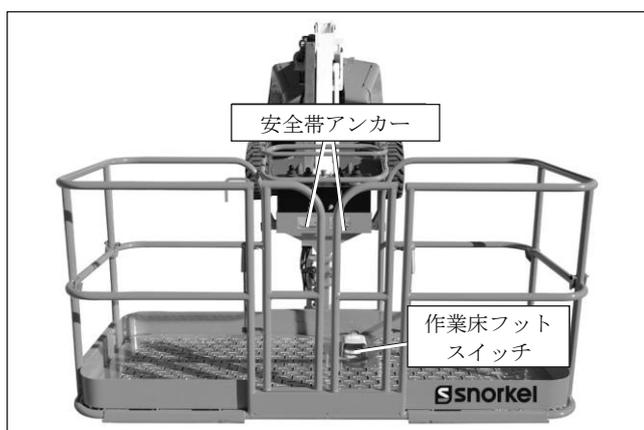

図 8.3 - 作業床
1. 作業床フットスイッチ（図 8.3 を参照）を踏み込みます。上部操作盤を操作するためにはこのスイッチを下に保つ必要があります。